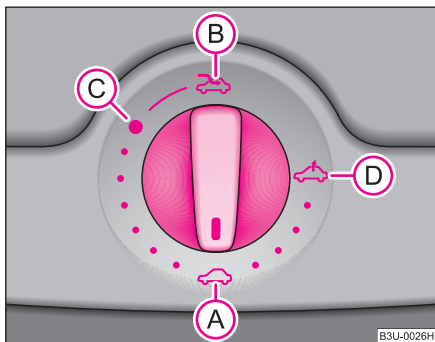

Abb. 30 Drehschalter für das elektrische Schiebe-/Ausstelldach
Das Schiebe-/Ausstelldach wird mit dem Drehschalter ⇒ Abb. 30 bedient und funktioniert nur bei eingeschalteter Zündung. Der Drehschalter hat mehrere Raststellungen.
- Drehen Sie den Schalter in Stellung (C) ⇒ Abb. 30.
- Drehen Sie den Schalter in Stellung **A** ⇒ Seite 52, Abb. 30.
Das Schiebe-/Ausstelldach ist mit einem Überlastungsschutz ausgestattet. Das Schiebe-/Ausstelldach stoppt und kehrt einige Zentimeter zurück, wenn es sich durch ein Hindernis (z. B. Eis) nicht schließen lässt. Das Schiebe-/Ausstelldach können Sie ohne Überlastungsschutz ganz schließen, wenn Sie den Schalter in Stellung **A** ⇒ Seite 52, Abb. 30 vorn solange drücken, bis das Schiebe-/Ausstelldach vollständig geschlossen ist ⇒ **A**.
Nach jeder Notbetätigung (mit Kurbel) muss das Schiebe-/Ausstelldach in die Grundstellung gebracht werden. Deshalb müssen Sie den Drehschalter in die Schalterstellung  ⇒ Seite 52, Abb. 30 etwa 10 Sekunden lang vorn drücken. ■